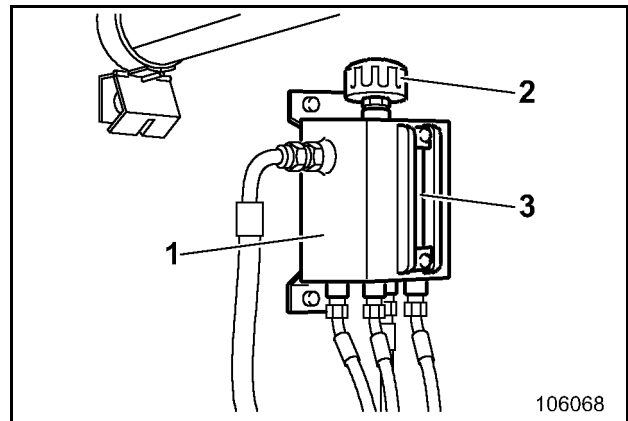

Fig. 3-91
Le niveau d'huile dans les pré-chambres est visible sur le verre de niveau (3, Fig. 3-91) dans le réservoir d'expansion (1).